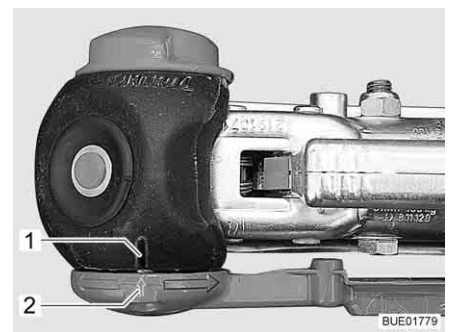

Bild 5 Kontrolle "AKS geschlossen"
- Stabilisierungshebel nach unten drücken, bis die Markierung auf dem Stabilisierungshebel (Bild 5,2) mit der des Stabilisierungsgehäuses (Bild 5,1) übereinstimmt.